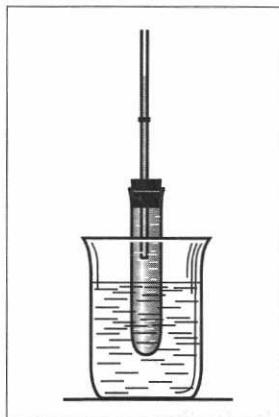

Рис. 9. Термоскоп – простейший прибор, позволяющий убедиться в экзотермичности некоторых химических реакций
3. Наблюдайте за тепловыми явлениями, сопровождающими процесс растворения, с помощью термоскопа, представляющего собой маленькую пробирку, заполненную подкрашенной водой и плотно закрытую пробкой с капилляром (рис. 9). Прибор заполняется жидкостью так, чтобы она частично поднималась в капилляр. При помещении термоскопа в разогретый раствор подкрашенная вода расширяется в объеме вследствие нагревания, и ее уровень в капилляре поднимается.